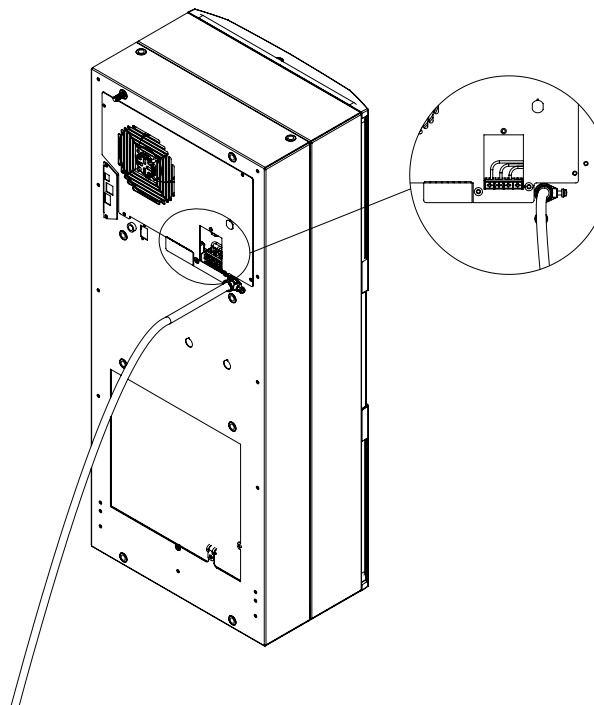

Figure 10
5. ストレインリリースのネジを締め、電源ワイヤーを固定してください（図10参照）。